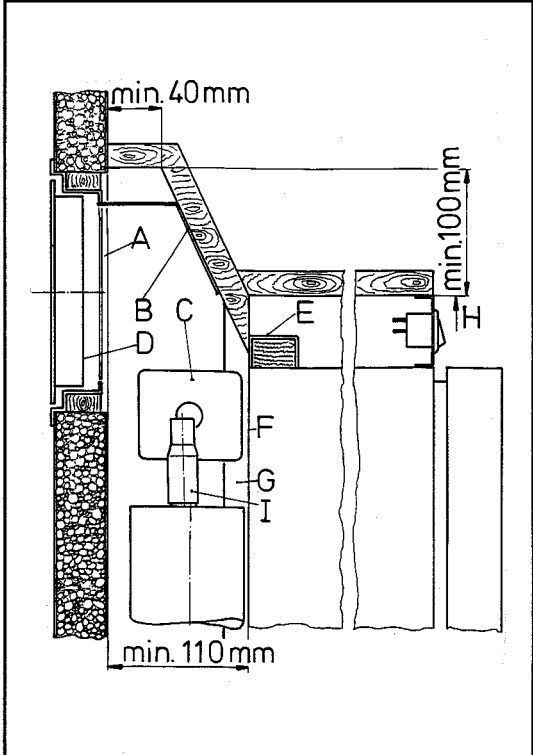
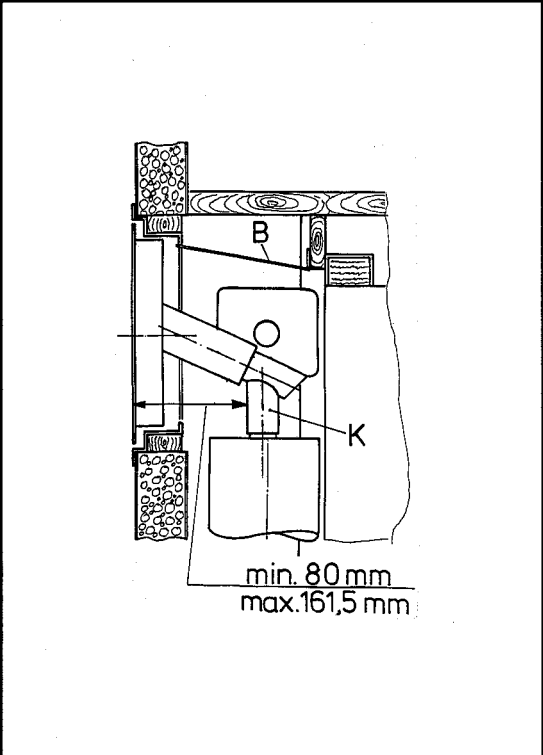

Fig. 6a
Fig. 6b
L'apertura inferiore verrà posizionata al di sopra del bordo inferiore della nicchia e quella superiore più alto possibile al di sopra del condensatore (C) del gruppo refrigerante, come dimostrato in fig. 6b, o meglio ancora come in fig. 6a.
Nelle aperture è opportuno installare le griglie di ventilazione **A 1609**, appositamente costruite da **Electrolux** (D nella fig. 6a). E' anche bene, a questo punto, installare il telaio **R 1610** (A nella figura), dato che in questo modo diventa estremamente facile asportare le griglie allo scopo di eseguire ispezioni e piccoli lavori di riparazione, senza dover smontare il frigorifero dalla nicchia.
Lo spazio fra il retro della nicchia e la parete del veicolo (fig. 6a/b) è isolato dalla zona dove si abita. In tal modo si evitano le correnti di aria fredda (campeggio invernale), e i gas non possono penetrare nel veicolo. In tal modo non è più necessario lo scarico convenzionale, dato che i gas escono dalla griglia superiore assieme all'aria di ventilazione.
Ricoprendo la parte superiore della nicchia, al di sopra del tubo di scarico (I) fig. 6a/b, con una lamiera di alluminio (B), si facilita la dispersione del calore.